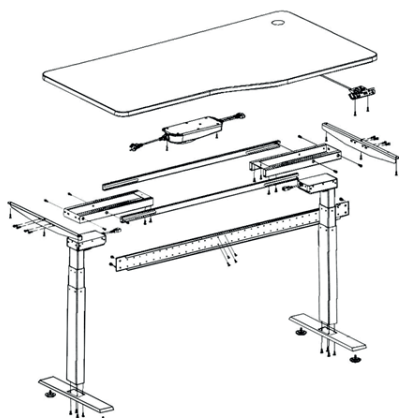

Figura 1: vista esplosa
- Collegare correttamente la centralina, il ricevitore, il cavo di alimentazione, la gamba telescopica e il cavo patch come mostrato nella figura 1.